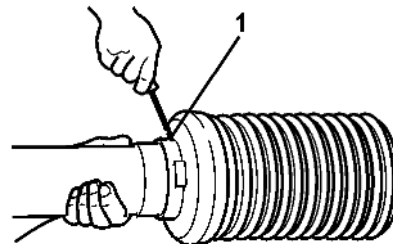

Fig. 57
3. Drei vernetrakten (Fig. 57/1) i monteringsposisjon.
4. Trekk av det halve vernerøret (Fig. 57/3).